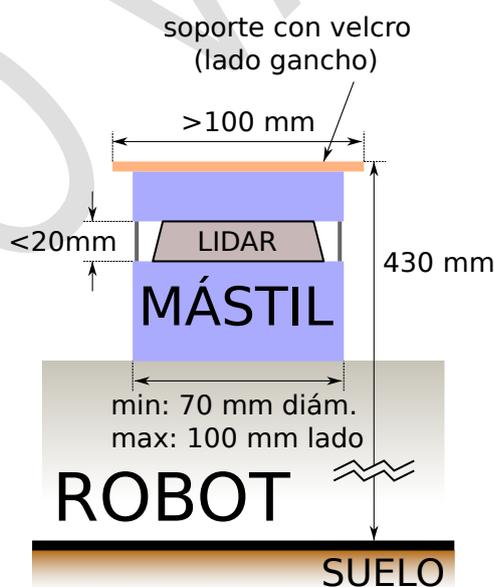

Figura 3: mástil con LIDAR incorporado
- Mástil del soporte para la baliza (ver figura 3):